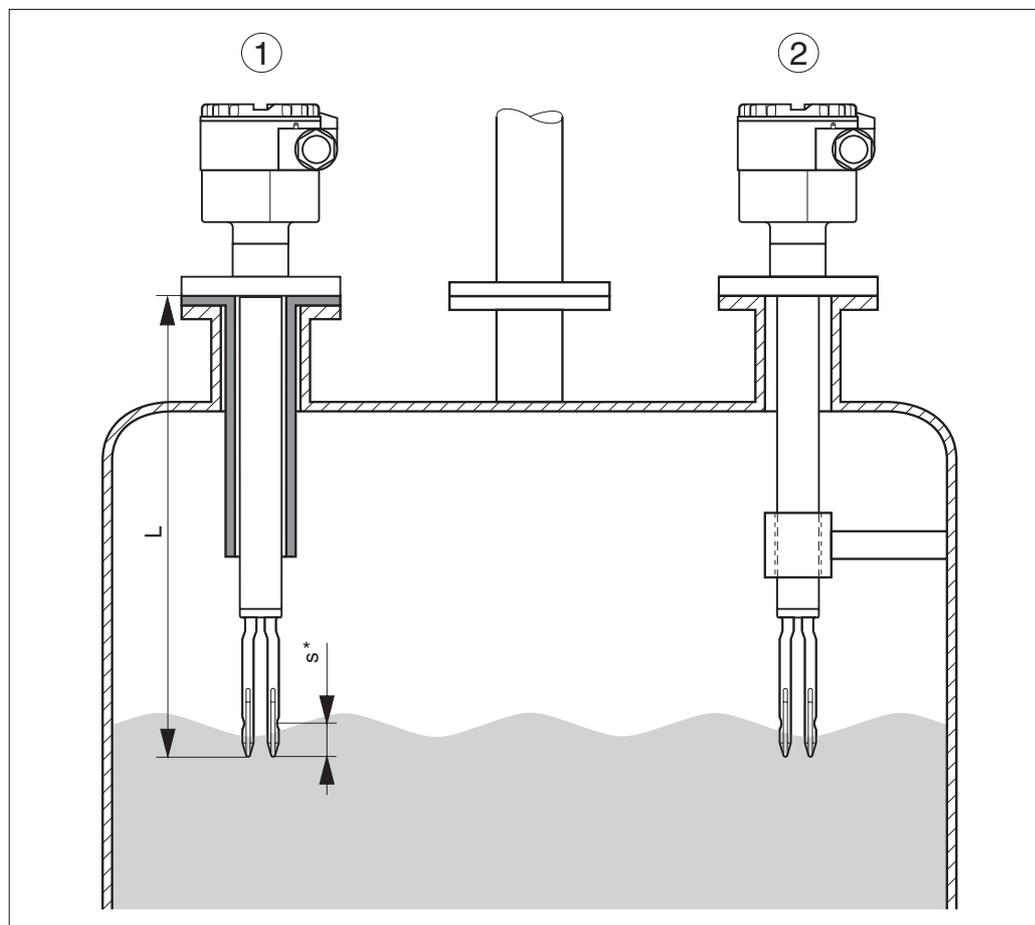

Abb. 7
- Wenn ein langer Liquiphant S FDL 61 dauernd starker dynamischer Belastung ausgesetzt ist, z.B. durch Vibrationen des Tanks oder Schwallbewegungen des Füllguts durch ein Rührwerk, sehen Sie eine Abstützung des Verlängerungsrohrs vor. Möglichkeiten sind z.B. stabiles Stützrohr (Zubehör), welches Sie durch den Montagestutzen mit Flansch einführen können, oder seitliche Halterung in der Nähe der Schwinggabel (Abb. 7).